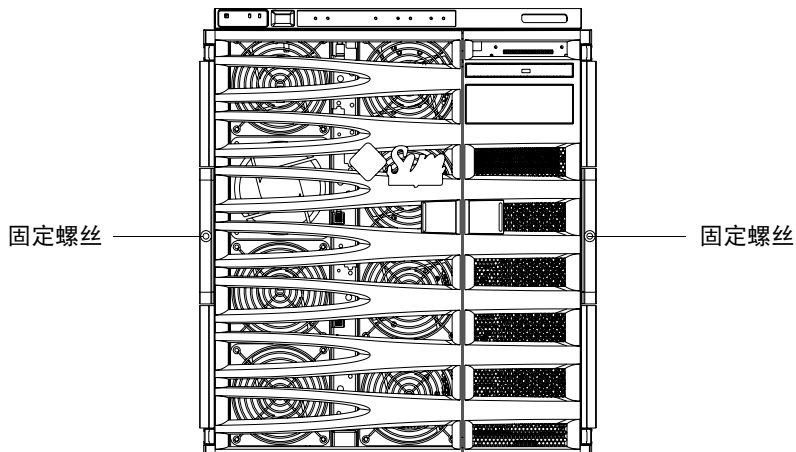

图 1-12 拧紧固定螺丝
12. 拧紧系统前部的两颗固定螺丝，以将系统固定在机柜中（图 1-12）。